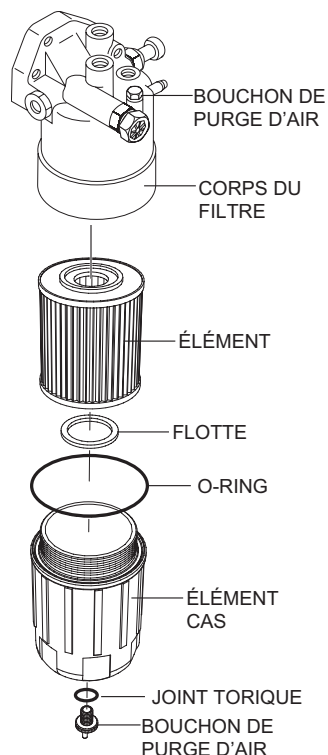

Figure 65. Remplacement du filtre à carburant
1. À l'aide d'une **clé à filtre**, retirez le **boîtier de l'élément** du **corps du filtre à carburant** (Figure 65).
2. Essuyez l'intérieur du **corps du filtre** (Figure 65) avec un chiffon propre pour enlever tout corps étranger ou débris qui pourrait s'être accumulé.